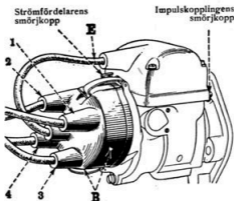

Bild 20.
Fördelarlocket måste hållas absolut fritt från damm och smuts både på in- och utsidan. Se till att de små ventilhålen (se B bild 20) alltid hållas öppna. Håll även rotorn ren.
- 1) Drag ut fördelararkabeln E (se bild 20) från locket.
- O b s! Sätt in kabeln "E" i sin hylsa på fördelarlocket (se bild 20).
- 1) Innan Ni kontrollerar spelrummet, bör Ni kortsluta magneten genom att draga ut strömfördelarkabeln E (se bild 20). Härigenom förhindras start av motorn.
- 10) Sätt in fördelarkabeln E i sin hylsa i fördelarlocket (se bild 20).